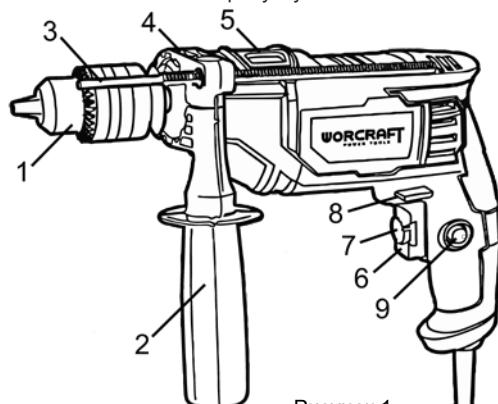

Рисунок 1
4.2 Виберіть необхідний режим роботи виробу за допомогою перемикача (5) (див. рисунок 1). Перемикання режимів роботи виробу здійснюється переведенням перемикача (5) (див. мал.1) з одного крайнього положення в інше в сторону відповідного символу режиму роботи:
- ударно-обертальний – перемикач (5) повинен бути переведеним до упору убік символу
- обертальний – перемикач (5) повинен бути переведеним до упору убік символу